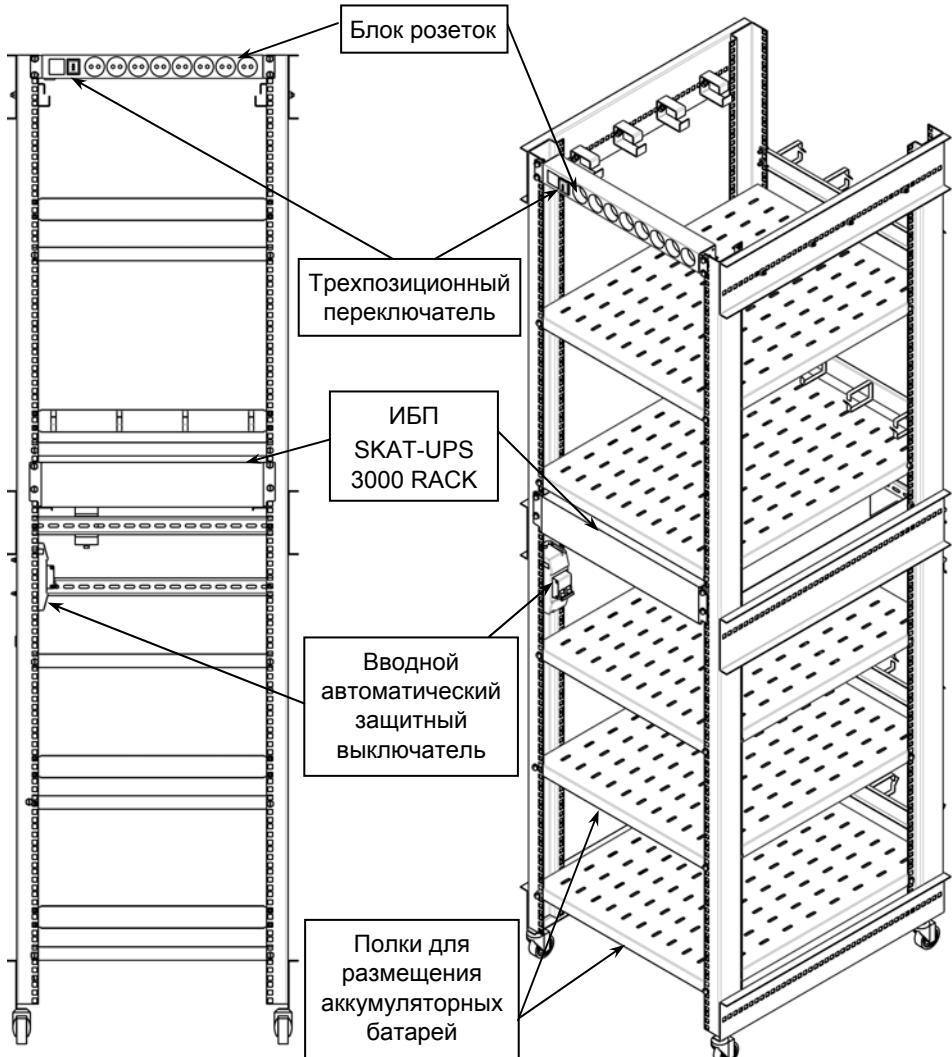

Рисунок 1 — Общий вид изделия спереди, без оболочки, с установленным ИБП
- Убедиться в том, что вводной автоматический выключатель, расположенный на левой боковой стойке шкафа изделия (см. рисунок 1), находится в выключенном положении и трехпозиционный переключатель блока сетевых розеток также находится в выключенном (среднем, символ «о») положении.